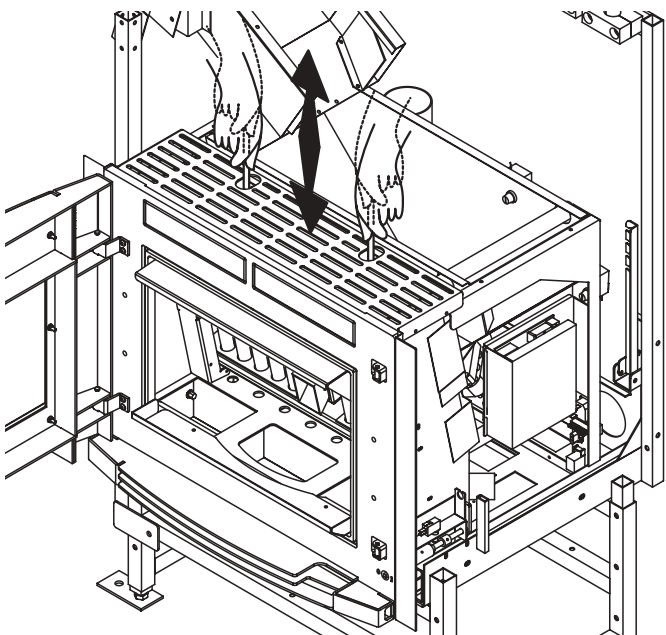

Fig. 8.2.5
A) Mitron anti-vent (fig. 8.2.5).
B) Regard (fig. 8.2.5).
A) Chimenea antiviento (Fig. 8.2.5).
B) Registro (Fig. 8.2.5).